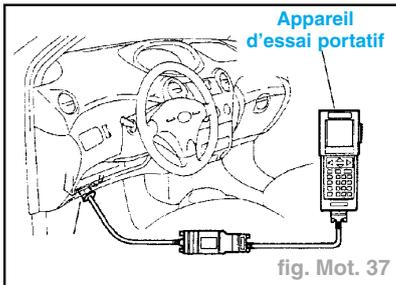

fig. Mot. 37
- Raccorder un appareil d'essai portatif au DLC3 (fig. Mot. 37).